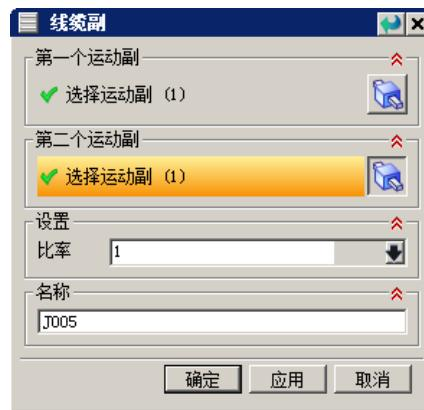

图 5.3.3 “线缆副”对话框
(1) 选择命令。选择下拉菜单 **插入(S)** → **传动副(E)** → **线缆副(C)...** 命令，系统弹出图 5.3.3 所示的“线缆副”对话框。
(2) 选择运动副驱动。单击“线缆副”对话框中的 **第一个运动副** 区域下 **\*选择运动副(O)** 按钮，在运动导航器的“Joints”节点下选取滑动副 J001 为第一个运动副；单击 **第二运动副传动** 区域下 **\*选择运动副(O)** 按钮，选取滑动副 J002 为第二个运动副。
(3) 设置传动比率。在 **设置** 区域 **比率** 后的文本框中输入值 1，其余参数接受系统默认设置。
(4) 单击 **确定** 按钮，完成“线缆副”的定义，如图 5.3.3 所示。